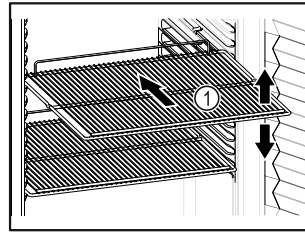

Fig. 31
- Če je odlagalna rešetka Fig. 31 (1) premična, jo prilagodite po višini.